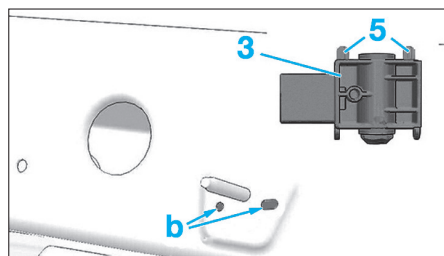

Fig. 27
- Reposer le capteur (3) en plaçant les repères (5) dans les ajourages (b) (Fig.27).